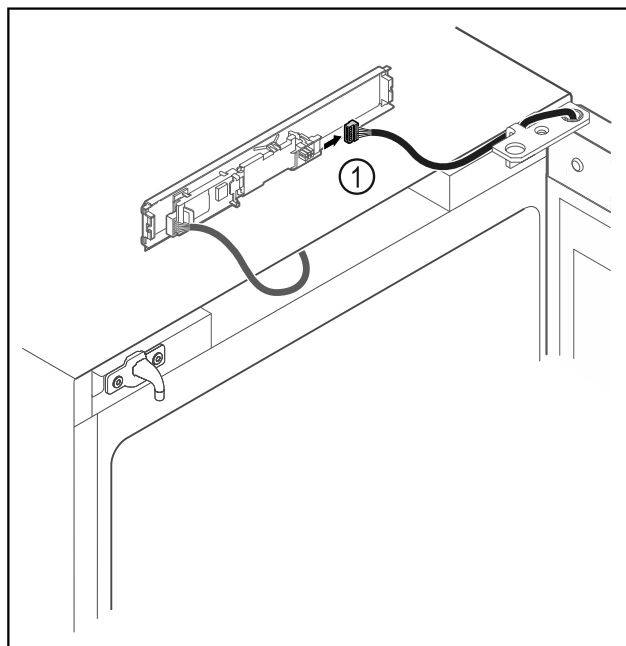

Fig. 6
- ▶ Vytáhněte zástrčku Fig. 6 (1) z desky.